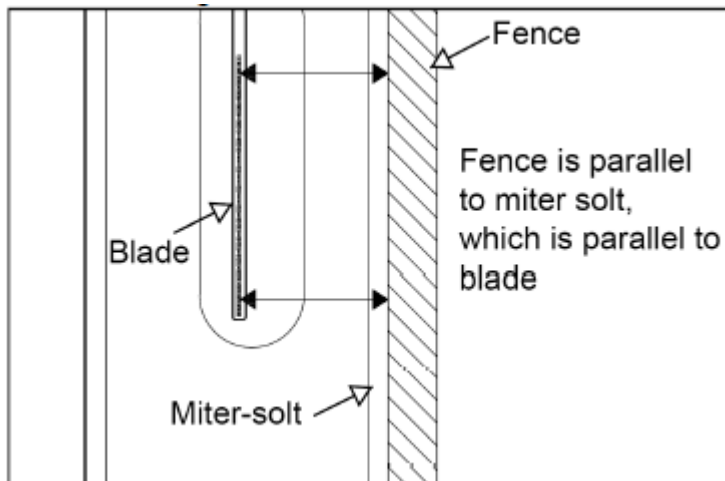

Рис.11
3. Проверьте параллельность и перпендикулярность параллельного упора (Рис.11)
Как показано на Рис.11, после закрепления упора убедитесь, что он расположен параллельно пазу пилы, который параллелен пильному диску. И убедитесь, что расстояние  $L1 > L2$ ,  $L1-L2 < 0,4$  мм (1/64"), что создает немного больший зазор между упором и пильным диском в задней части, чтобы снизить риск связывания или пригорания заготовки при ее подаче.